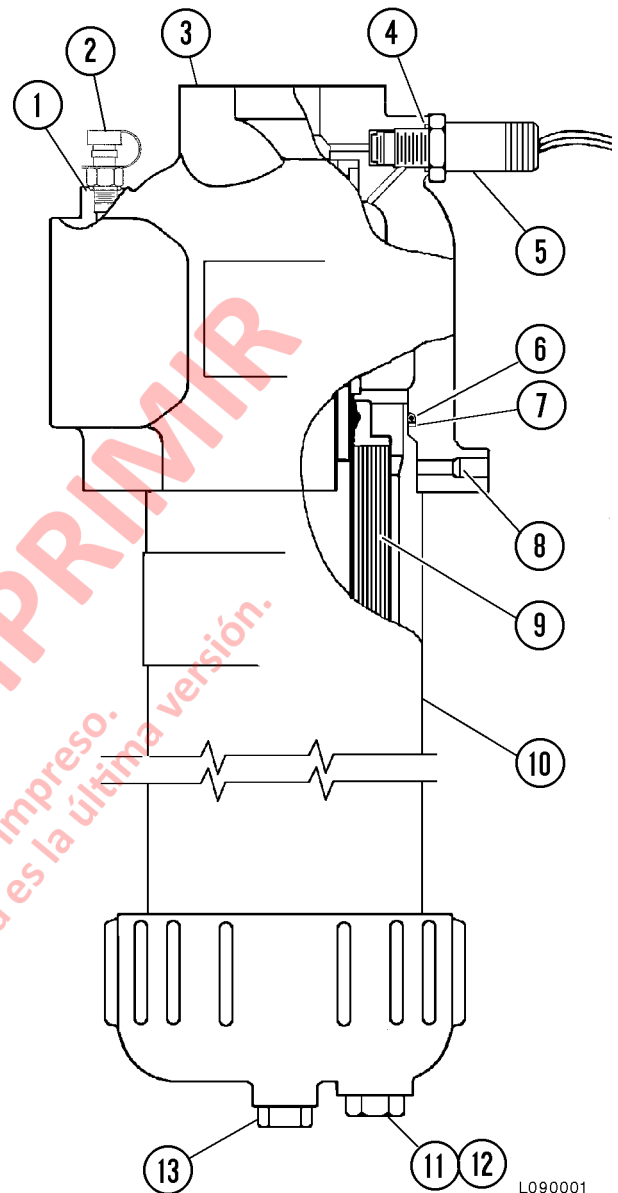

FIGURA 9-1. FILTRO DEL CIRC. DE ELEVACIÓN
Los filtros del circuito de elevación (Figura 9-1) se encuentran en la parte posterior del tanque de combustible, debajo del riel derecho del chasis. Estos filtros entregan una protección secundaria de filtrado al aceite hidráulico que fluye hacia la válvula de elevación y hacia los componentes del circuito de elevación.
2. Retire el tapón de drenaje (11, Figura 9-1). Retire el tapón inferior (13) y drene el aceite de la carcasa dentro de un contenedor adecuado.
El interruptor indicador (5, Figura 9-1) viene ajustado de fábrica para activarse a 240 kPa (35 psi). El interruptor y la luz de advertencia se deben probar de forma rutinaria como parte del programa de mantenimiento regular del vehículo. Consulte el Procedimiento de prueba del interruptor indicador, en esta sección.